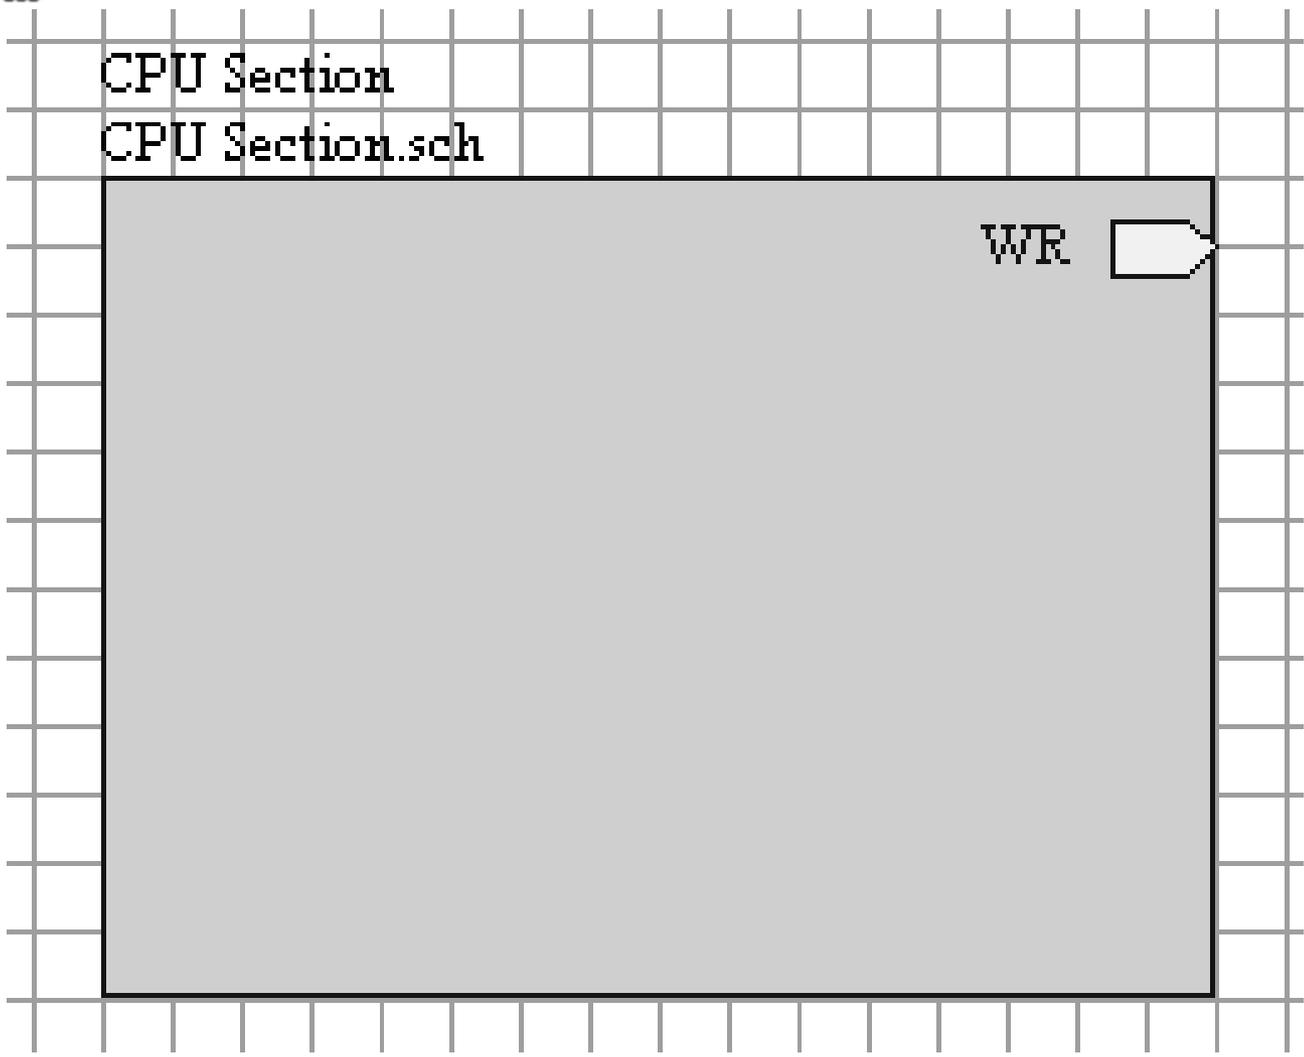
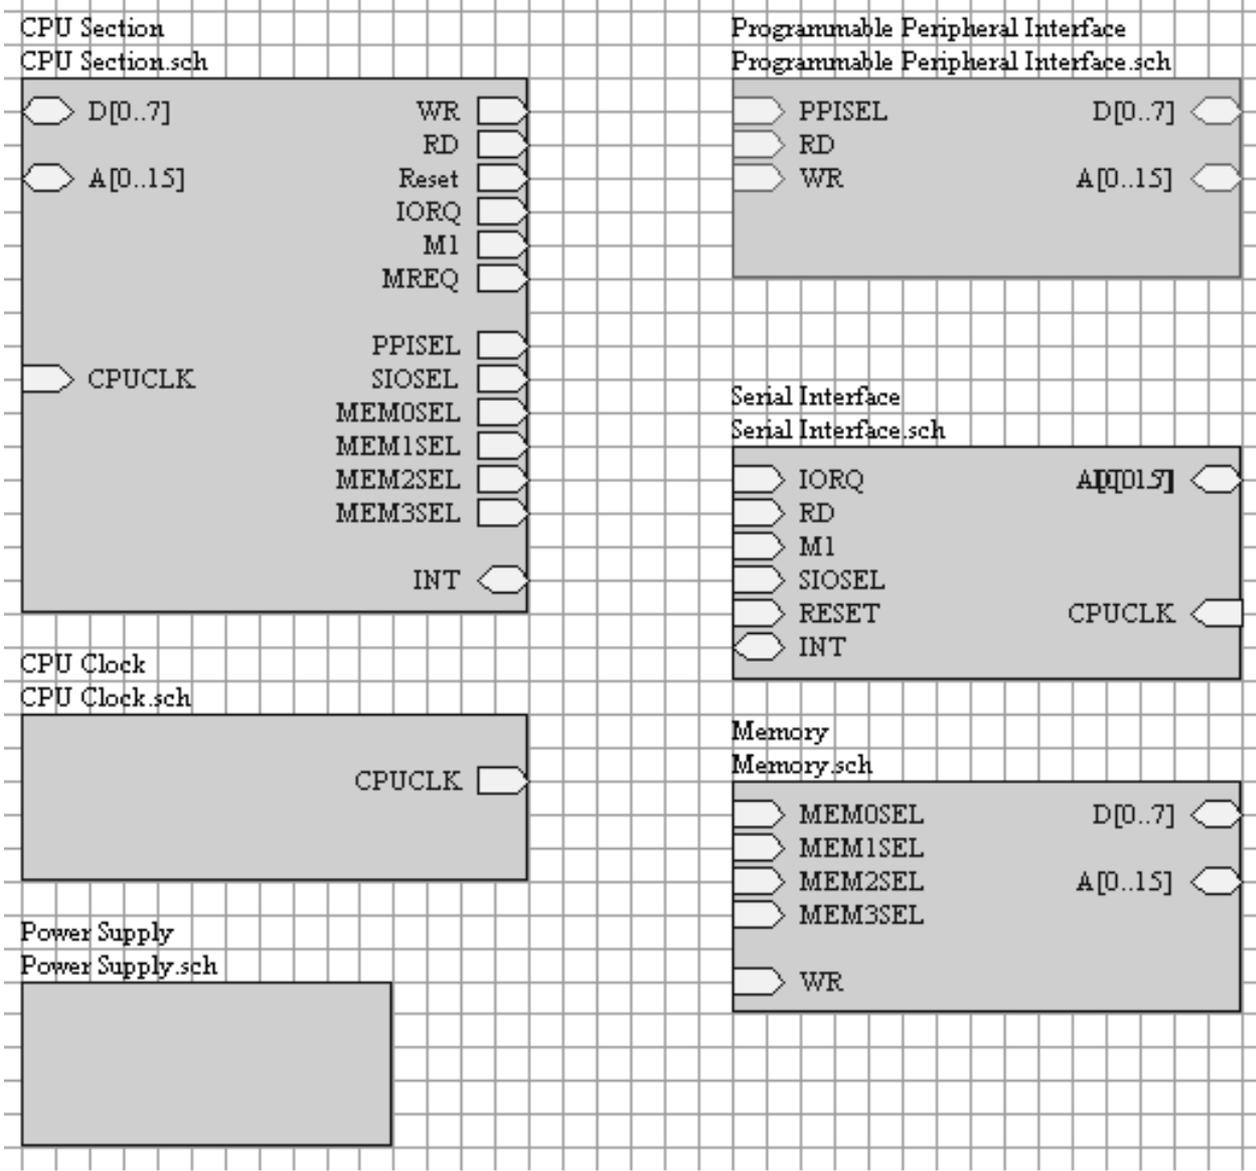

图3-12 放置一个方块电路I/O端口
图3-13 放置多个方块电路I/O端口
(7) 将光标移到方块内适当位置后，单击鼠标左键，即可固定方块电路I/O端口，如图3-12所示。这时仍处于放置方块电路I/O端口状态，重复（6）～（7）步，继续放置其他方块电路I/O端口，即可获得如图3-13所示的结果，然后单击鼠标右键，退出命令状态。
(1) 先建立项目设计文件(.Prj)。
(2) 在项目设计文件窗口内，单击“Design”菜单下的“Create Sheet Form Symbol”命令。
(3) 将光标移到相应方块电路上，如图3-13中的CPU Section模块，单击鼠标左键，即可弹出如图3-14所示的端口电气特性选择框，如果单击选择框内的“Yes”按钮，则生成的模块电路原理图中的“I/O端口”电气特性与“方块电路I/O端口”电气特性相反，即输出变为输入，而输入变为输出。